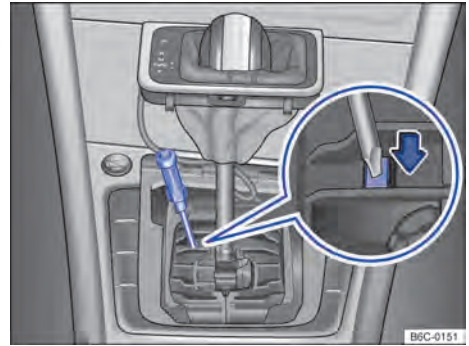

Fig. 95 Desinstalar a cobertura da alavanca seletora e destravar o bloqueio da alavanca seletora emergencialmente.
- Com o auxílio de uma chave de fenda pressionar cuidadosamente a alavanca de destravamento no sentido da seta e manter nessa posição → Fig. 95.